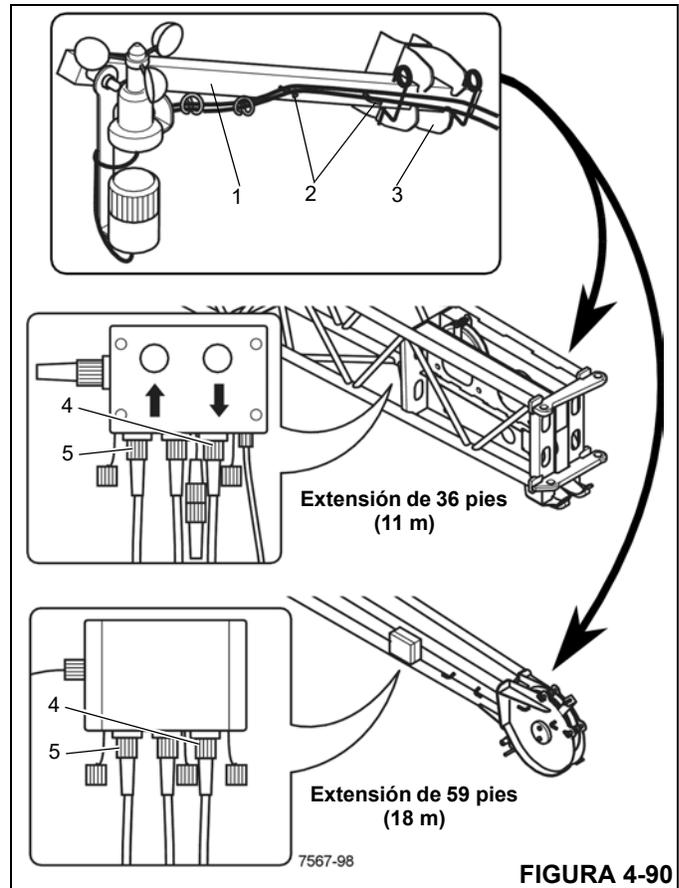

FIGURA 4-90
1. Inserte el brazo de montaje (1) (Figura 4-90) en el sujetador (3) y asegúrelo con las pinzas de retención.
2. Retire el cable de las abrazaderas (2); conecte el cable del anemómetro al receptáculo (4), conecte el cable de la luz de advertencia para aeronaves al receptáculo (5).
1. Saque los enchufes de los receptáculos (4 y 5) (Figura 4-90) e instale las tapas protectoras.
2. Enrolle el cable en las abrazaderas (2).
3. Retire el brazo de montaje (1) del sujetador (3).
4. Para el transporte, sujete las pinzas de retención en el brazo de montaje (1).